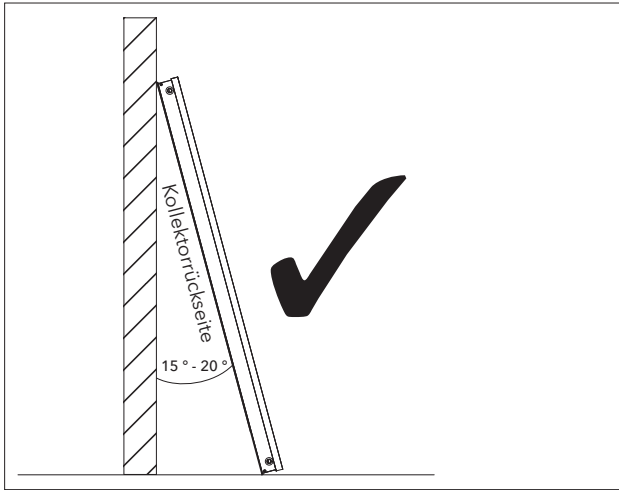

Abb. 6 Kollektor bei Wandabstellung mit 15° - 20° neigen
- Werden sie gegen eine Wand gelehnt, müssen die Scheiben von der Wand wegzeigen. Die Schrägstellung sollte ca. 15° - 20° betragen (Abb. 6). Bei unsachgemäßer Lagerung kann Feuchtigkeit durch die Lüftungsöffnungen eindringen.